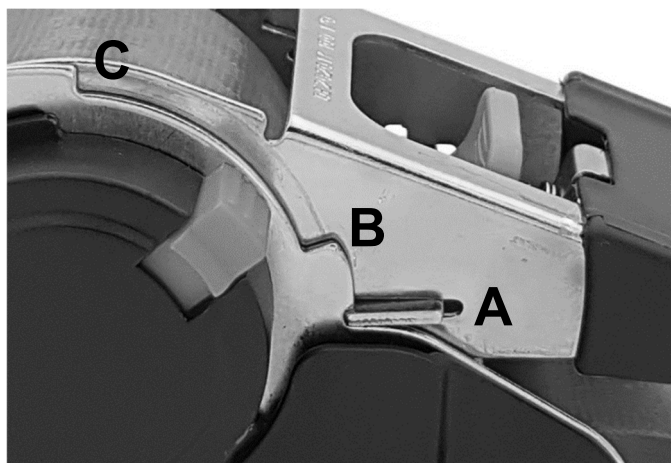

Abbildung 2: Ratsche Detailansicht
Sperrhebel (1) ziehen und Ratschenhebel (2) in Position „A“ (siehe Abbildung 2) bringen. Losende (3) des Zurrgurtes auf die gewünschte Länge ausziehen, Haken an einem geeigneten Einhängepunkt befestigen. Zum Spannen des Gurtes den Ratschenhebel (2) zwischen Position „B“ und Position „C“ hin/her bewegen. Wenn der Automatik-Zurrgurt korrekt gespannt ist, den Ratschenhebel (2) in Position „B“ bringen.
Sperrhebel (1) ziehen und Ratschenhebel (2) in Position „A“ (siehe Abbildung 2) bringen. Haken des Losendes (3) vom Einhängepunkt lösen. Bremsknopf (4) für automatisches Aufrollen des Gurtes betätigen.